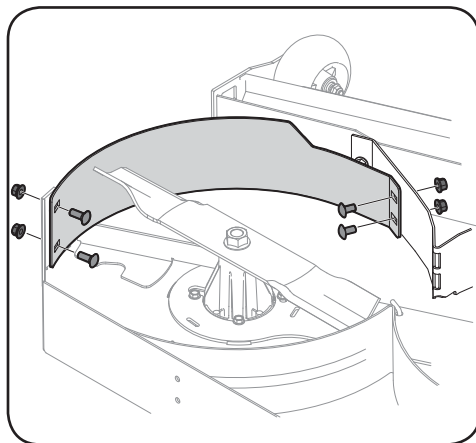

Figure 1-6
2. Installez le déflecteur d'éjection et retenez sa partie arrière avec deux boulons de carrosserie de 1 pouce et deux écrous à bride. Fixez la partie avant avec deux boulons de carrosserie de 3/4 pouce et deux écrous à bride. Voir Figure 1-6.